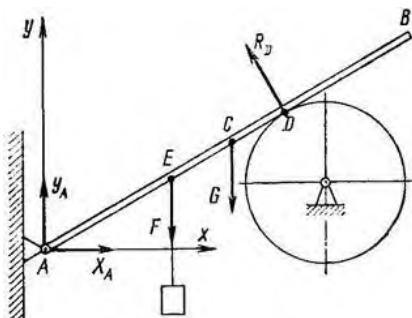

Рисунок 11
2. Однородный брус АВ (рис. 11) весом  $G = 250$  Н прикреплен к стене при помощи шарнира А и в точке D опирается на гладкий цилиндр. В точке Е к бусу подвешен груз  $P = 800$  Н. Определить реакцию цилиндра и шарнира, если  $AE = 1,2$  м;  $AC = BC = 1,5$  м;  $AD = 1,7$  м и  $\angle B A x = \alpha = 40^\circ$ .